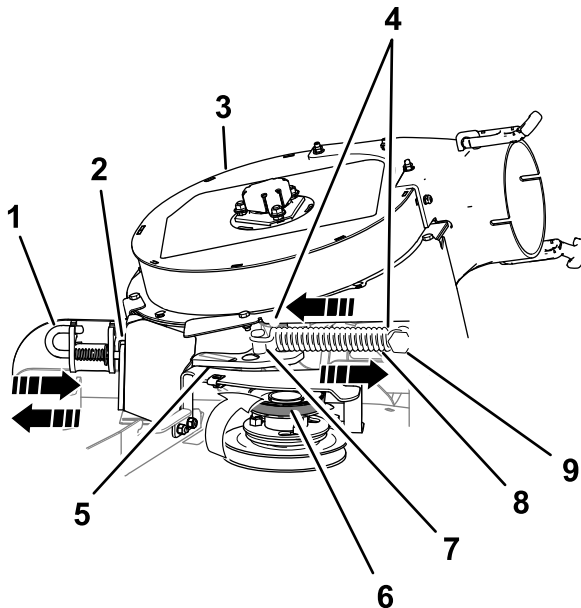

Figura 9
1. Allontanate la puleggia tendicinghia a molla dal supporto a molla fisso e rimuovete la cinghia dalla puleggia tendicinghia (Figura 9).
della molla dal supporto a molla del tendicinghia (Figura 9).
5. Portate il perno di bloccaggio del soffiatore in posizione di apertura e spostate il soffiatore all'esterno (Figura 9).
- Aprite il perno di bloccaggio del soffiatore, chiudete il soffiatore sulla scocca e fissate il perno di bloccaggio alla staffa del camino (Figura 9).
- Spostate la puleggia tendicinghia/di tensionamento verso il supporto a molla fisso e installate la molla allineando il relativo gancio al supporto a molla del tendicinghia (Figura 9).